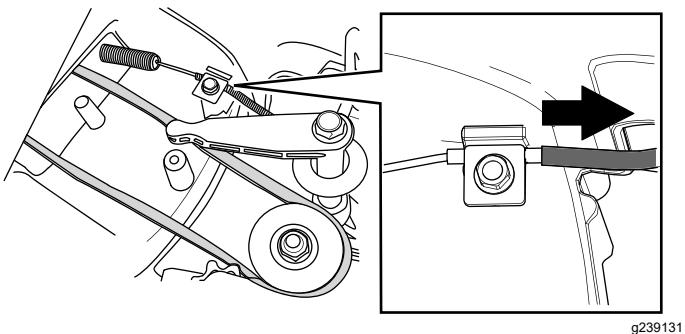

Figura 35
6. Tirate la guaina del cavo per eliminare l'allentamento (Figura 35).